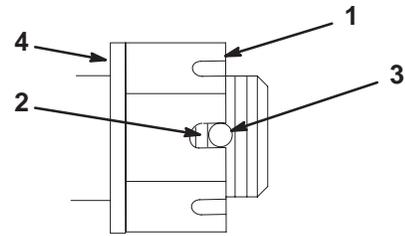

Figure 54
3. Serrez le boulon crénelé à 170 Nm (125 pieds/livres) (Fig. 54).
4. Contrôlez la distance entre la base de la fente de l'écrou et le bord intérieur du trou. On ne doit pas voir plus de deux filets (Fig. 54).
5. Si plus de deux filets sont visibles, enlevez l'écrou et placez une rondelle entre le moyeu et l'écrou (Fig. 54).
6. Serrez le boulon crénelé à 170 Nm (125 pieds/livres) (Fig. 54).
7. Serrez l'écrou jusqu'à ce que le jeu de fentes suivant soit en face du trou de l'axe (Fig. 54).